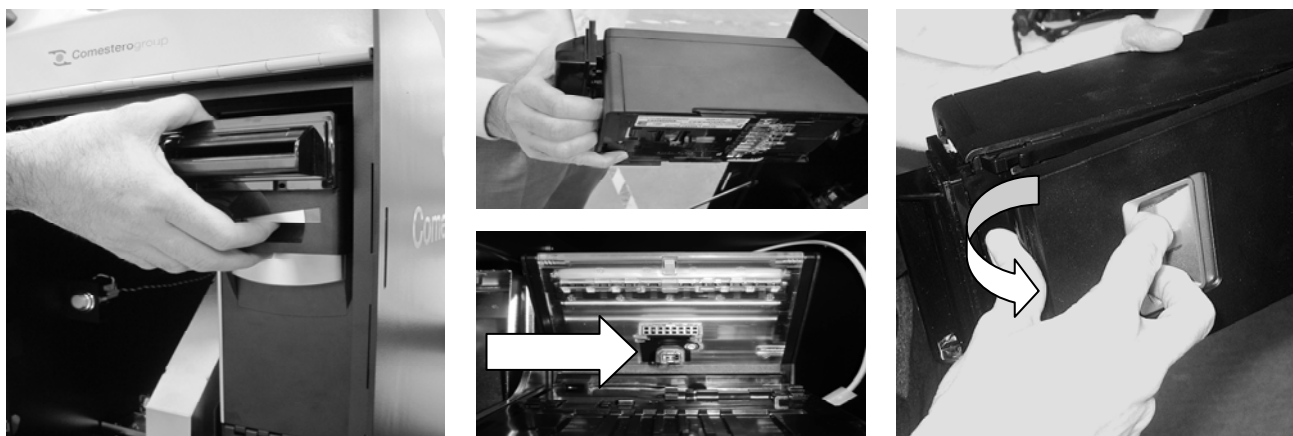

Fig. 10
- Spegnere il cambiamonete e smontare la testa di lettura agendo sul pulsante indicato e tirando verso l'esterno. Verificare che non vi siano banconote inceppate all'interno della testa stessa o all'interno della parte trasparente del dispositivo di riciclo (fig.10).